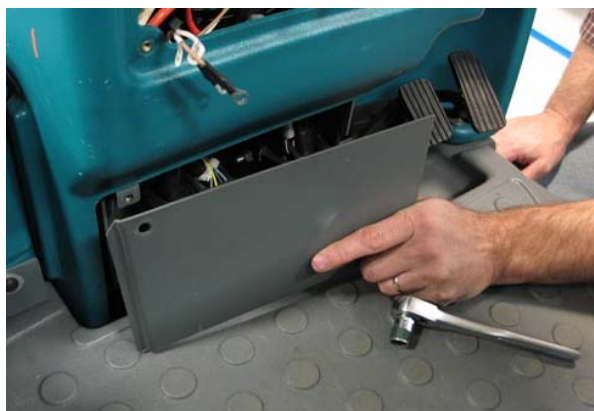

FIG. 5
6. Retire el panel de acceso. (Fig. 5)